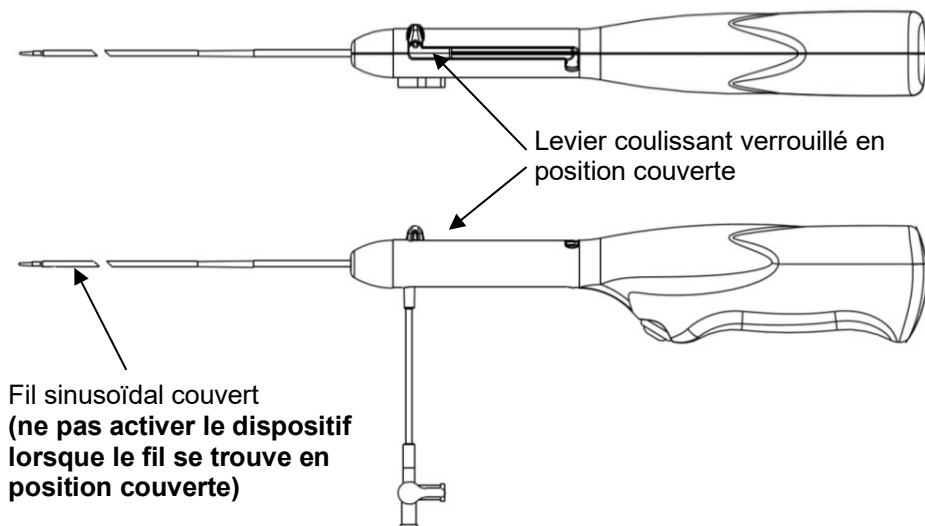

Figure 3
9. Placer le dispositif en position couverte. Pour ce faire, pousser le levier coulissant vers la position distale puis tourner ce dernier pour verrouiller le dispositif en position couverte (voir la Figure 3). En position couverte, seule l'extrémité flexible du fil sinusoïdal doit dépasser du cathéter. **Avvertissement : Ne pas activer le dispositif lorsque le fil se trouve en position couverte.**
9. Placer le dispositif en position couverte. Pour ce faire, pousser le levier coulissant vers la position distale puis tourner ce dernier pour verrouiller le dispositif en position couverte (voir la Figure 3). En position couverte, seule l'extrémité flexible du fil sinusoïdal doit dépasser du cathéter. Ne pas activer le dispositif lorsque le fil se trouve en position couverte.